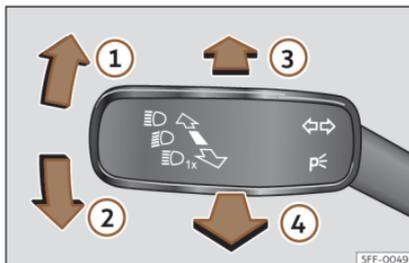

Fig. 92 Leva degli indicatori di direzione e degli abbaglianti (a seconda della versione).
- Dalla posizione di base, spingere in avanti la leva degli indicatori di direzione e degli abbaglianti >>> **fig. 92 ③**.
- **OPPURE:** con le luci abbaglianti accese, spostare la leva degli indicatori di direzione e degli abbaglianti all'indietro >>> **fig. 92 ④**.